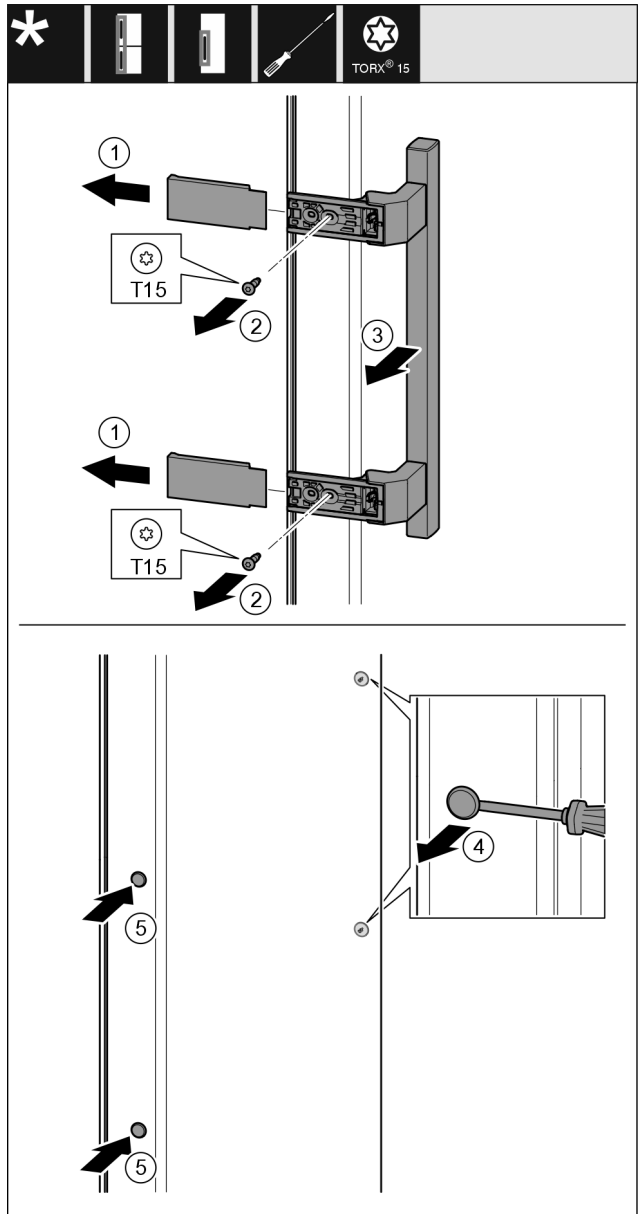

Fig. 21
- Snemite pokrov Fig. 21 (1).
- Izvijte vijake Fig. 21 (2) z izvijačem.
- Snemite ročaj Fig. 21 (3).
- Previdno dvignite stranski čep Fig. 21 (4) s ploščatim izvijačem in ga izvlcite.
- Vstavite čep Fig. 21 (5) nazaj na drugi strani.